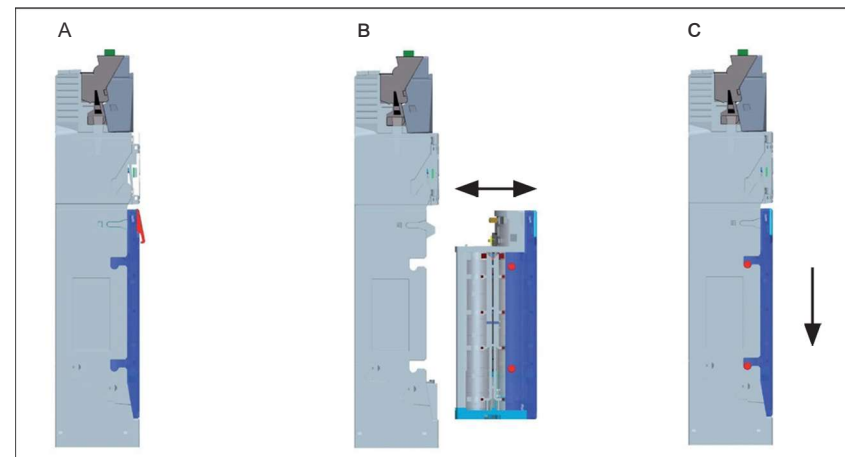

Рис. 2: Извлечение и повторная установка кассеты для монет
1. Извлеките кассету, потянув за защелку кассеты с последующим движением вверх и наружу. Кассета выдвигается прямо (рис. 2, А/В).
3. Вставьте кассету обратно прямо внутрь и вниз, пока она не встанет на место со щелчком (рис. 2, В/С). Currentza s2 готова к работе. Однако рекомендуется выполнить тестовую проверку.